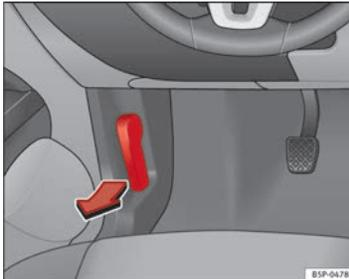

Fig. 164 Detalle de la zona reposapiés del lado del conductor: palanca para el desbloqueo del capó del motor.
- Tire de la palanca que se encuentra bajo el tablero de instrumentos ⇒ fig. 164 en el sentido que indica la flecha. El capó queda desbloqueado por la acción resorte del muelle ⇒ △.